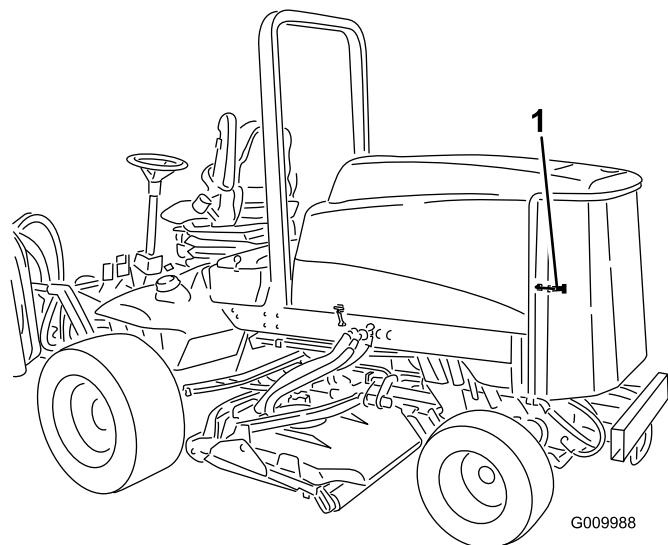

図 45
1. 後部スクリーンのラッチを外してスクリーンを開く図 45。スクリーンを丁寧に清掃する。